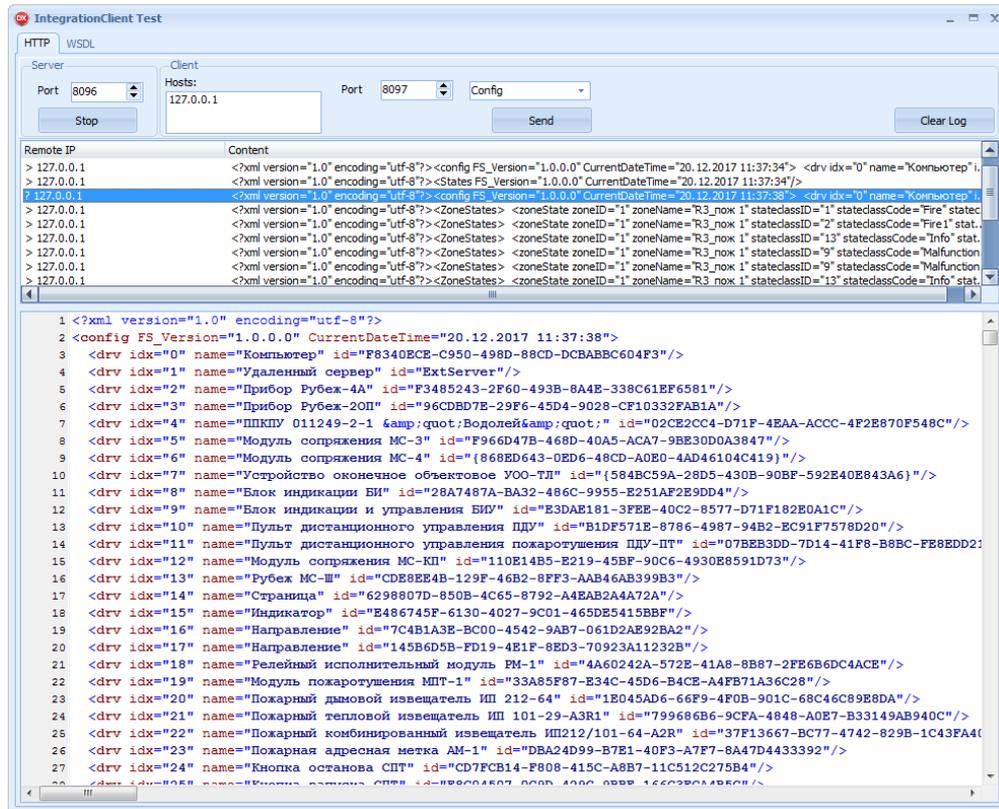

Рис. 6 Окно IntegrationClient Test, отображена информация из Integration Client
11. Если все сделано верно, то в окне **IntegrationClient_Test** отобразится информация из **Integration Client** следующего вида (Рис. 6):